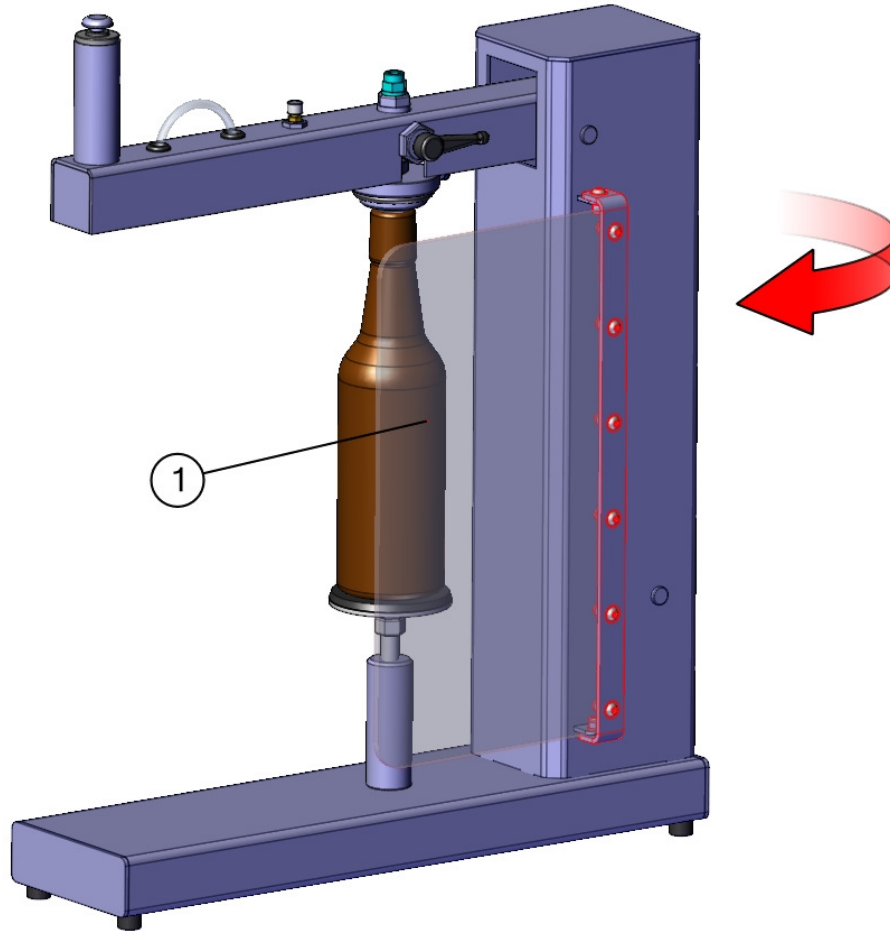

Abb. 7
3. Schutzscheibe (**Abb. 7/1**) schließen!